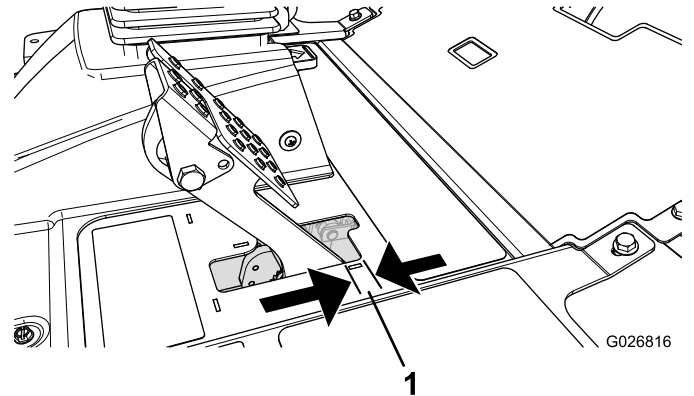

Figura 68
Regolate i freni se il pedale ha un "gioco" superiore a 25 cm (Figura 68), o quando è necessaria maggiore forza di tenuta. Per gioco s'intende la distanza che il pedale percorre prima che si avverta la resistenza della frenata.
2. Serrate il dado posteriore per spostare indietro il cavo, finché i pedali del freno non hanno un gioco compreso tra 6,3 e 12,7 mm (Figura 68), prima che la ruota si blocchi.